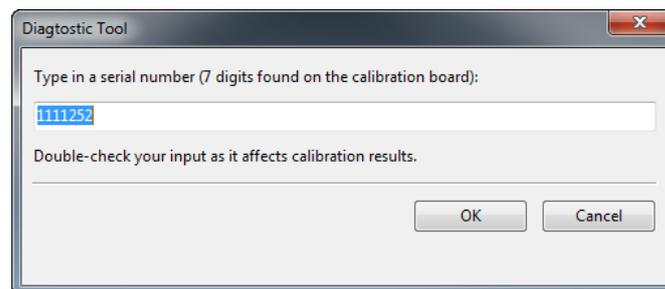
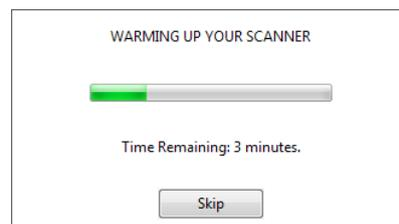

Abbildung 137: Die Seriennummer des Kalibrations-Trägers eingeben.
Abbildung 138: Den Scanner aufwärmen.
6. Auf *Kalibration starten* klicken. In die sich nun öffnende Dialog-Box (siehe Abb. 137) die Seriennummer des Kalibrations-Trägers eintragen (auf den Bord zu finden). Liegt die Scanner-Temperatur außerhalb des optimalen Bereichs, – beispielsweise wenn das Gerät gerade an eine Steckdose angeschlossen wurde, so wird auf diesen Umstand hingewiesen (siehe Abb. 138). Klicken auf *Skip* ist nicht zu empfehlen. Statt dessen sollte gewartet werden, bis der Artec Spider die optimale Temperatur erreicht hat.